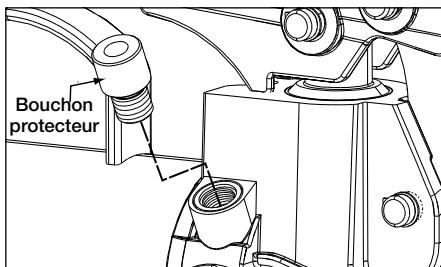

Figure 13, Soupape de retour (P-77, P-80, P-801 et P-84)
- Sur les modèles P-77, P-80, P-801 et P-84, la soupape de retour est située sur le côté de la tête de la pompe. Voir Figure 13.